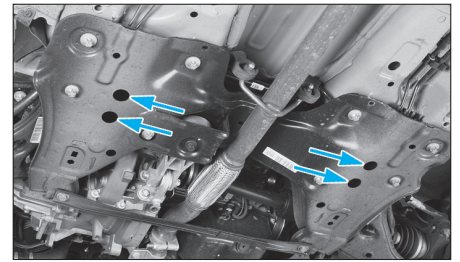

Fig. 9
- Déposer les vis de fixation (flèches) des brides de barre stabilisatrice sur le berceau (Fig.9).